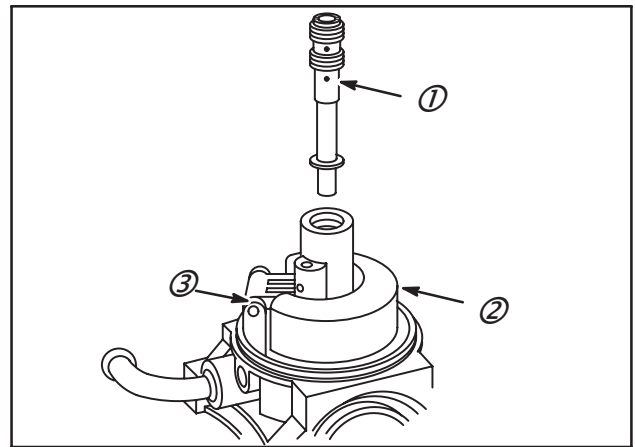

Fig. 116
1. Poser le diffuseur (1) à l'aide du tournevis pour gicleur Réf. : **19063**, serrer à fond, Fig. 116. Flotteur (2), axe (3), Fig. 116.